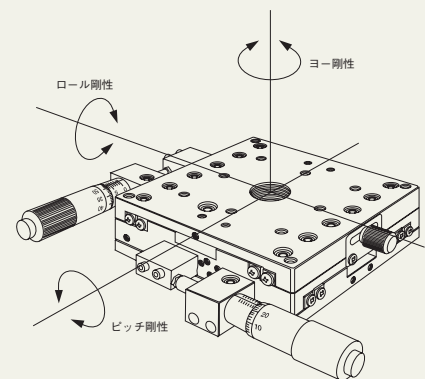

図6
⑧モーメント剛性【図6】[JIS B 6201-1993 準拠]